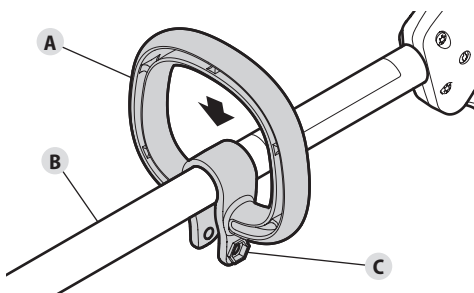

Fig. 8
1. Oprima la manija (Fig. 8-A) hacia abajo sobre el alojamiento del eje superior (Fig. 8-B). Asegúrese de que el orificio del perno hexagonal mire hacia la izquierda (Fig. 8-C).